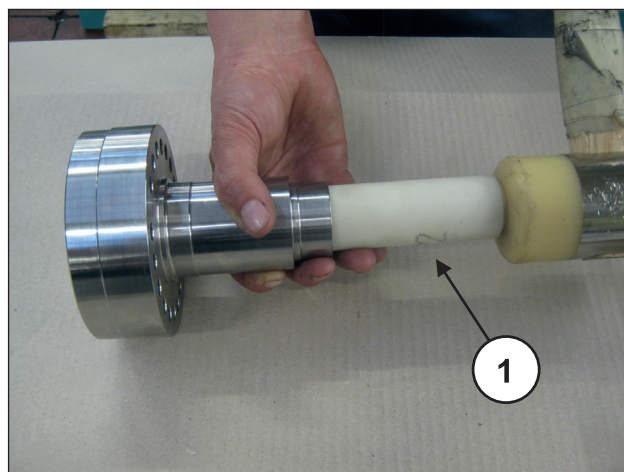
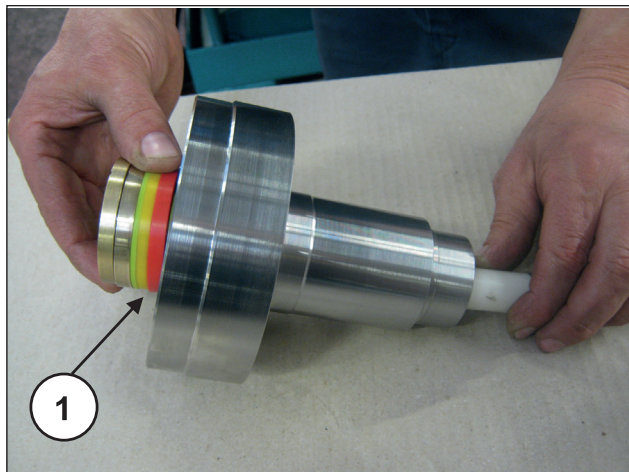

Рис. 192
Рис. 193
При снятой опоре уплотнения ВД и с помощью специального пластмассового штифта (поз. ①, Рис. 192) вытолкните комплект для ВД (высокого давления) (поз. ①, Рис. 193), и извлеките кольцо головки (Рис. 194).
При каждом демонтаже комплект ВД (поз. ①, Рис. 193) нужно менять.